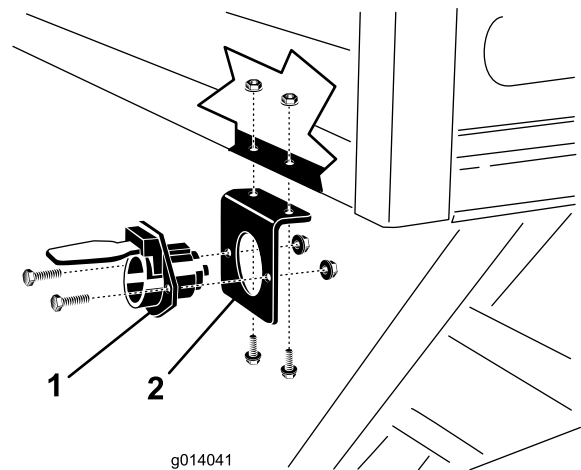

図 4
26. ソケット・ブラケットを、フロント・パネルの左下のすみに取り付ける; 1/4 x 3/4 in ねじとナットを 2 組使用する (図 4)。
28. ソケットを、ソケット・ブラケットの前面にボルト止めする; 5/16 x 1 in ねじとナットを使用する (図 4)。